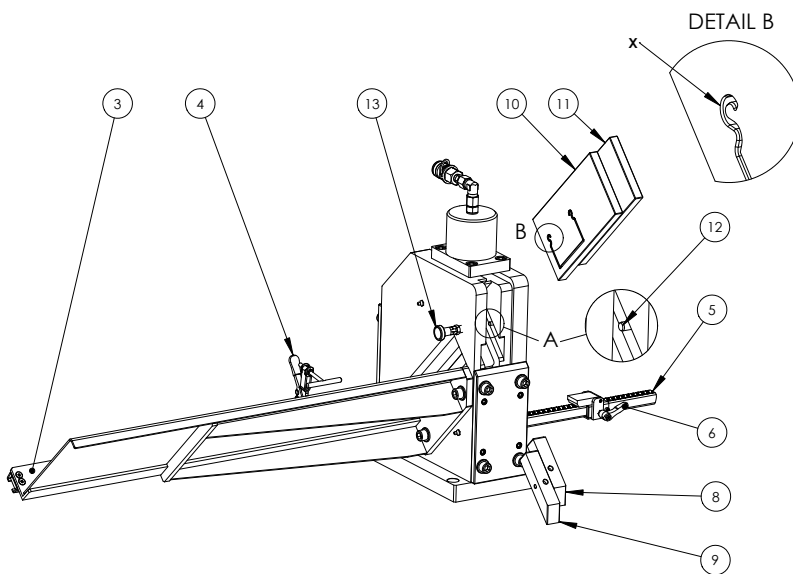

Abb.2
Die Scherplatten können jetzt in den geöffneten Scherplattenschacht eingesetzt werden. Korrekte Lage der Scherplatten = wie abgebildet. Besitzen die Scherplatten Einlauffasen (siehe Abb. 2, Detail B), dann müssen diese bei der linken Scherplatte „links“ sein und bei der rechten Scherplatte „rechts“.
1. die Lage des zu scherenden Profiles beim Einlegen so ist, wie in Abb. 2 zu sehen